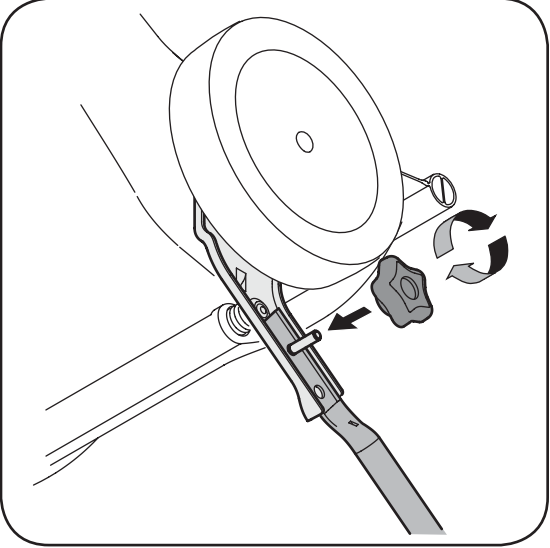

Figure 3-2
**IMPORTANT:** N'utilisez que le chargeur de batterie fourni avec la tondeuse (numéro de pièce 725-04387). Branchez d'abord le chargeur à la batterie sur la tondeuse, puis à une prise de courant ordinaire de 110/120 volts. Voir la Figure 3-2 qui indique l'emplacement de la batterie sur la tondeuse.
2. Serrez les boutons étoilés qui maintiennent le guidon inférieur sur les supports. Voir la Figure 3-2. Vérifiez que le guidon inférieur est bien placé sur les supports de montage du guidon.